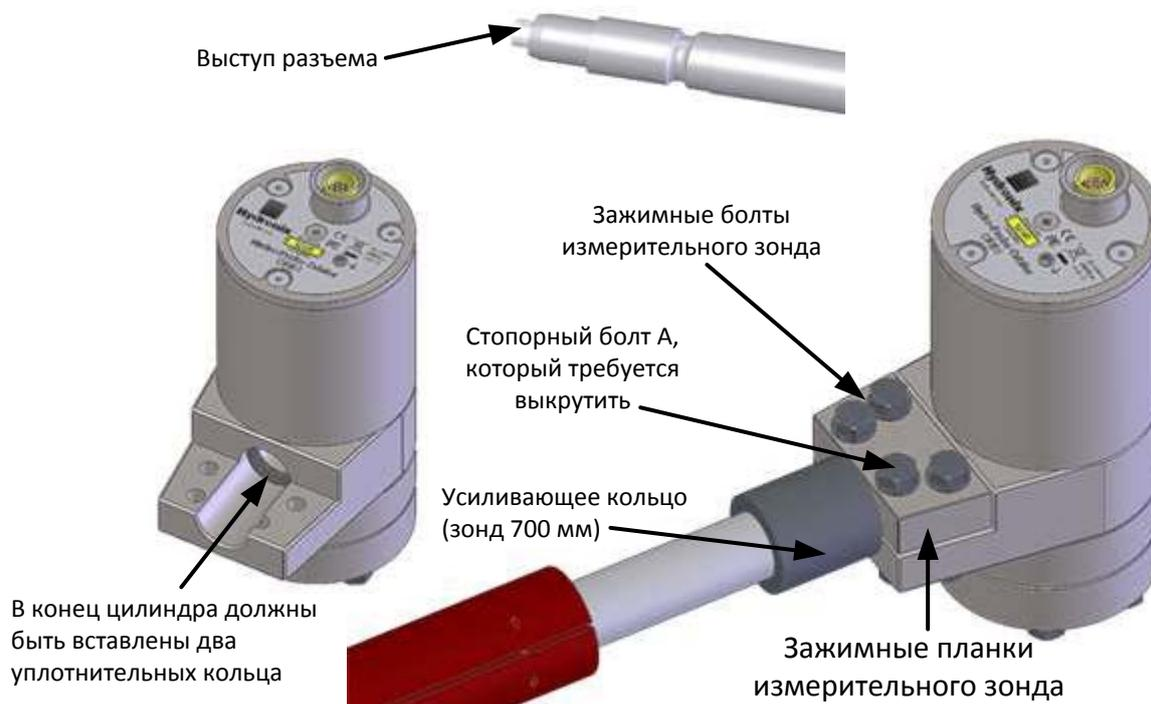

Рисунок 2: Установка измерительного зонда в головку датчика
- Установите два уплотнительных кольца. Они должны быть расположены внутри зажимных планок измерительного зонда рядом со ступенькой (Рисунок 2).